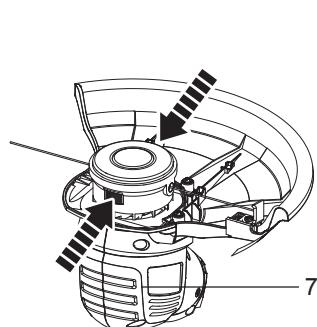

Fig. 17
- > Segure bem a cabeça do aparador (7) com uma mão e, com a outra, liberte a cobertura (13) pressionando o trinco de libertação (12) em ambos os lados.
- > Levante a cobertura (13) da estrutura (Fig.17, 18).